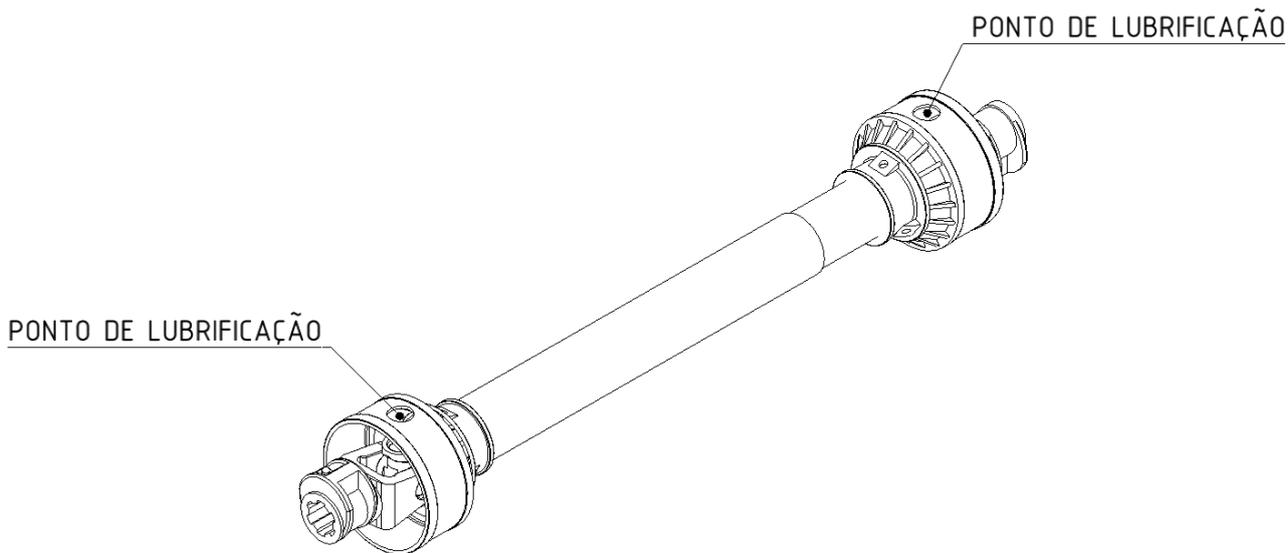

Figura 8.2 – Ex. de Cardan de transmissão
- **Cardan:** O Cardan (*Figura 8.2*) faz parte dos componentes que deve verificar todos os dias que trabalhar com a máquina e, neste caso em particular, lubrificar devidamente com a mesma periodicidade.